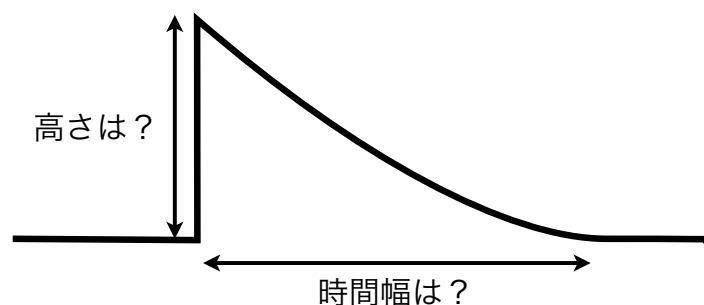

図2：プリアンプからの典型的な信号波形
- ・ ノイズの計測が終わったら、 ^{55}Fe を比例係数管の入射窓にできるだけ近づける。そして、図2のような波形が見えるように、オシロスコープの横軸と縦軸のスケールを調整する。波形が見えれば、X線の検出に成功である。見えない場合は、接続にミスがないかどうかを確認する。